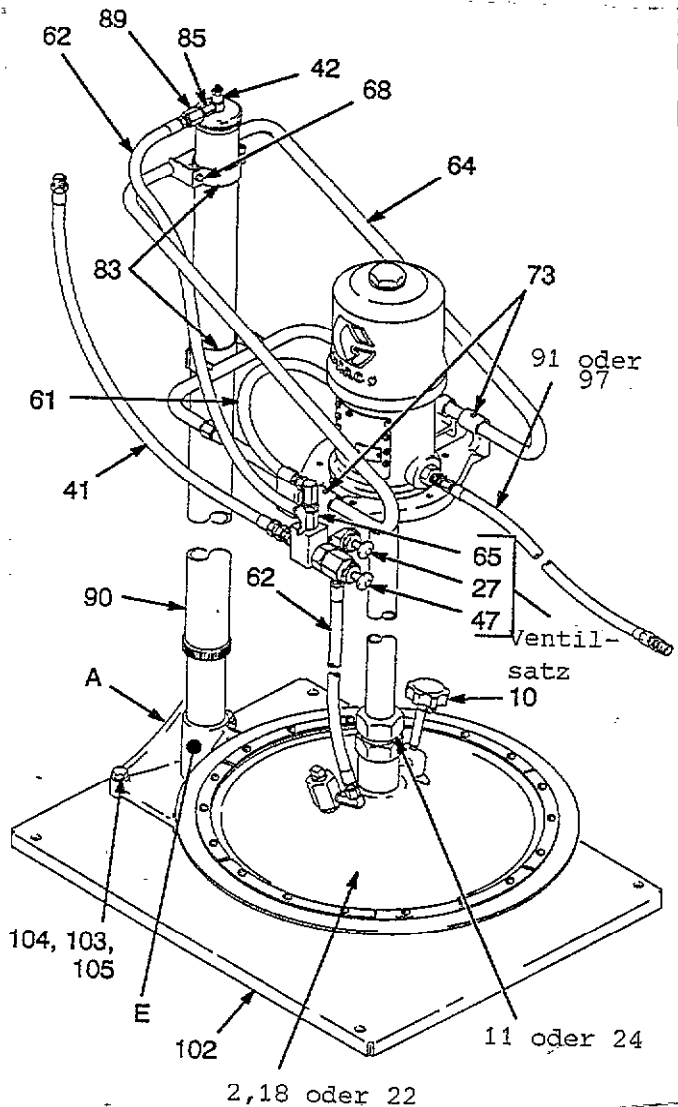

Abb. 5.1
1. Ventilsatz mit Pumpenhalterung (86) mittels Schrauben (74) und Federringen (66) befestigen, siehe Teilezeichnung am Ende der Betriebsanleitung.
2. Stopfen aus der oberen Heberkappe schrauben und in den unteren Lufteinlaß (E) des Hebers schrauben. Reduzierventil (42) in Heberkappe einschrauben.
3. Adapter (85) in Reduzierventil einschrauben. Dann Adapter (89) installieren. Ein Ende des 942 mm Schlauches (62) in Adapter einschrauben, das andere Ende des Schlauches in Ventil (27) bzw. Drehgelenk (82). Schlauch durch die Arme der Pumpenhalterung (64) führen, wie in Abb. 5.1. gezeigt.
4. Schlauch (91 oder 97) und Drehgelenk (96) mit dem Pumpenausgang verbinden.
7. Schläuche und Fittings. wie in Abb. 5.1 und der Teilezeichnung gezeigt, anbringen.